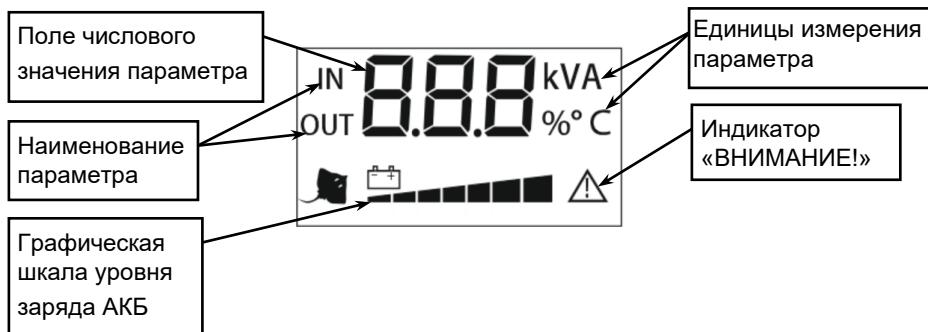

Рисунок 3 — Описание ЖК-дисплея
**На ЖК-дисплее** последовательно отображаются основные параметры изделия: номинальная мощность, модель и версия программного обеспечения, уровень входного и выходного напряжений, наличие/отсутствие заряженной АКБ, уровень заряда АКБ в виде графической шкалы, температура внутри корпуса изделия, мощность нагрузки на выходе в VA, уровень нагрузки на выходе в процентах от номинальной (см. рисунок 3 и приложение 4).